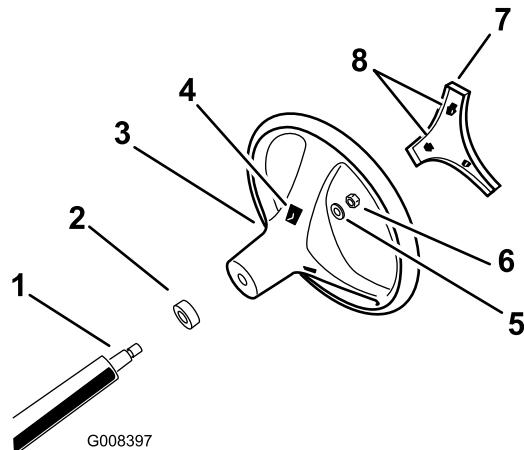

Figura 3
- Fixe o volante ao eixo, utilizando a porca de bloqueio (Figura 3).